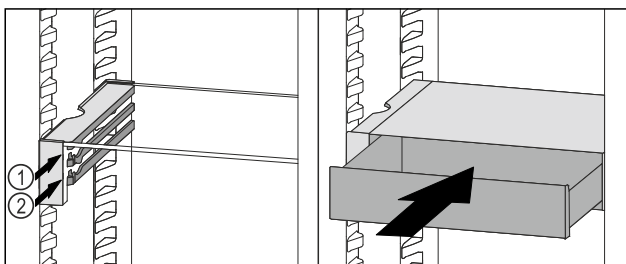

Fig. 178
- VarioSafe-Schubfach hinter den Stopperrn auf gewünschter Rippe *Fig. 178 (1)* oder *Fig. 178 (2)* aufsetzen.